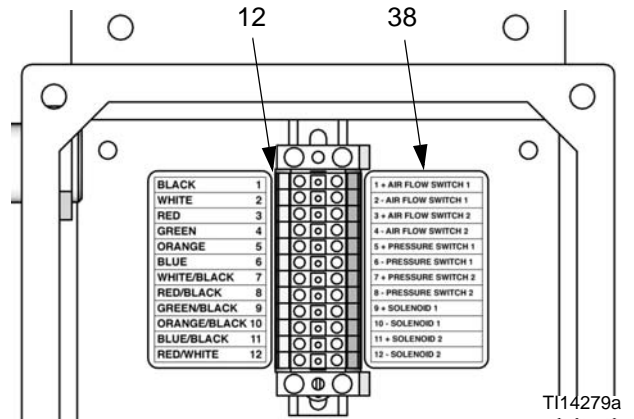

FIG. 5. Conexión del interruptor de presión a la regleta de terminales
2. Conecte los hilos de PS#1 al lado derecho de la regleta de terminales (12), clavijas 5 (+) y 6 (-), como se indica en la etiqueta (38). Véase FIG. 5 y Tabla 1.
3. Si se va a utilizar una segunda caja lavapistolas, conecte los hilos de PS#2 al lado derecho de la regleta de terminales (12), clavijas 7 (+) y 8 (-), como se indica en la etiqueta (38). Véase FIG. 5 y Tabla 1.